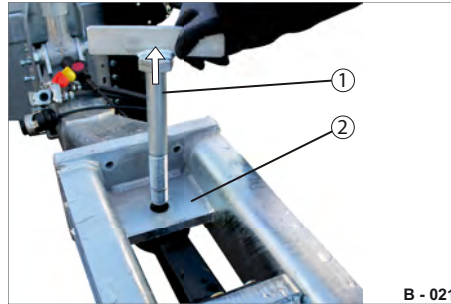

Abb. 30 Befestigungsschraube entfernen
- ▶ Ziehen Sie die Befestigungsschraube (Abb. 30/1) heraus.